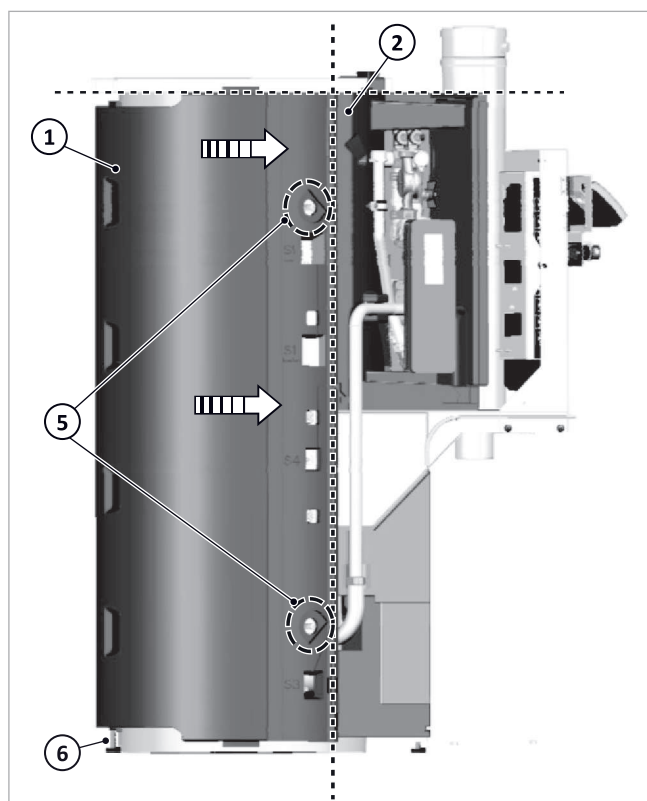

Fig. 18: Posizionamento dell'isolamento posteriore del contenitore
3. Per mezzo di un disco angolato (3) e di una vite (4) fissare l'isolamento al contenitore nella parte superiore ed inferiore → Fig. 18 (5).
- chiusura diritta superiore dell'isolamento posteriore del contenitore → Fig. 18 (1) con l'isolamento delle stazioni (2)
- a livello in direzione perpendicolare rispetto all'isolamento delle stazioni → Fig. 18 (2) e all'isolamento della flangia.
6. Estrarre il piede → Fig. 18 (6) fino alla base.